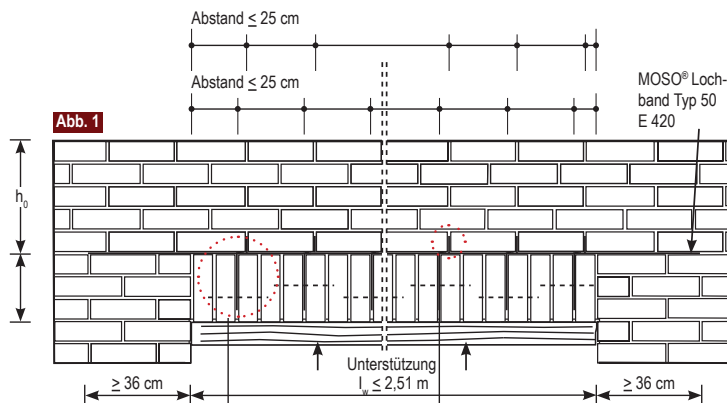

Abb. 2
- Blechenden der Lochbandbügel über dem MOSO® Lochband umbiegen (siehe Abb. 2)